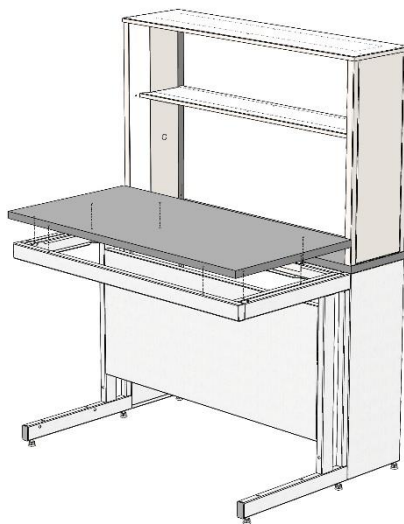

Рис. 4. Установка рабочей поверхности
- 6.7. Прикрепить её к каркасу, используя саморезы 4x16 или 4,2x9,5 (в зависимости от материала столешницы и ширины стола, до 14 шт.) (Рис. 4).